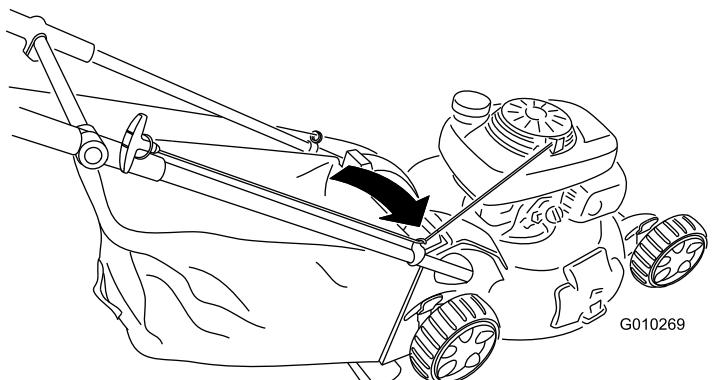

Figuur 28
- Schuif de hendel van de grasvanger in de groeven bovenop de maaimachine (Figuur 28).